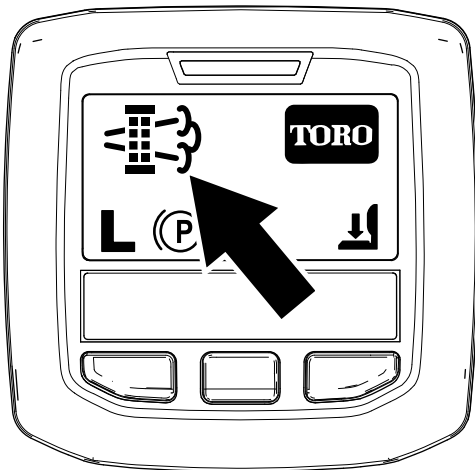

Figura 39
- Cuando la computadora del motor solicita una regeneración estacionaria o de recuperación, aparece el icono de solicitud de regeneración (Figura 39) en el InfoCenter.